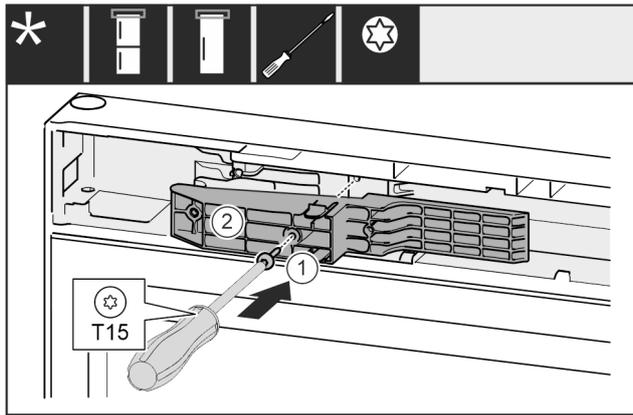

Fig. 54 \*
- ▶ 将把手侧的适配件 Fig. 54 (1) 插入凹槽。\*
- ▶ 将螺钉 Fig. 54 (2) 用螺丝刀拧紧。\*